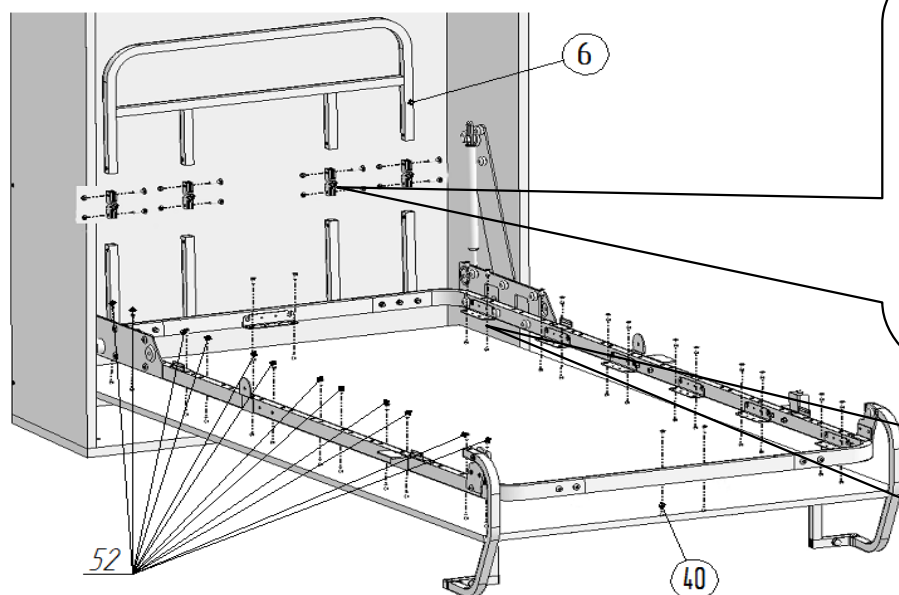

Рис.9.1
11. Установить шарниры поз. 11 в бортик поз.6 и стойки бортика поз.9 (рис.9.1 и 9.2). Закрепить, используя Винт М6х25 поз.16, гайку М6 со стопорным кольцом поз.23.
Окончательно закрепить декоративные щиты на раме, используя саморезы $\varnothing 4 \times 16$ поз.52 (рис.9.1).